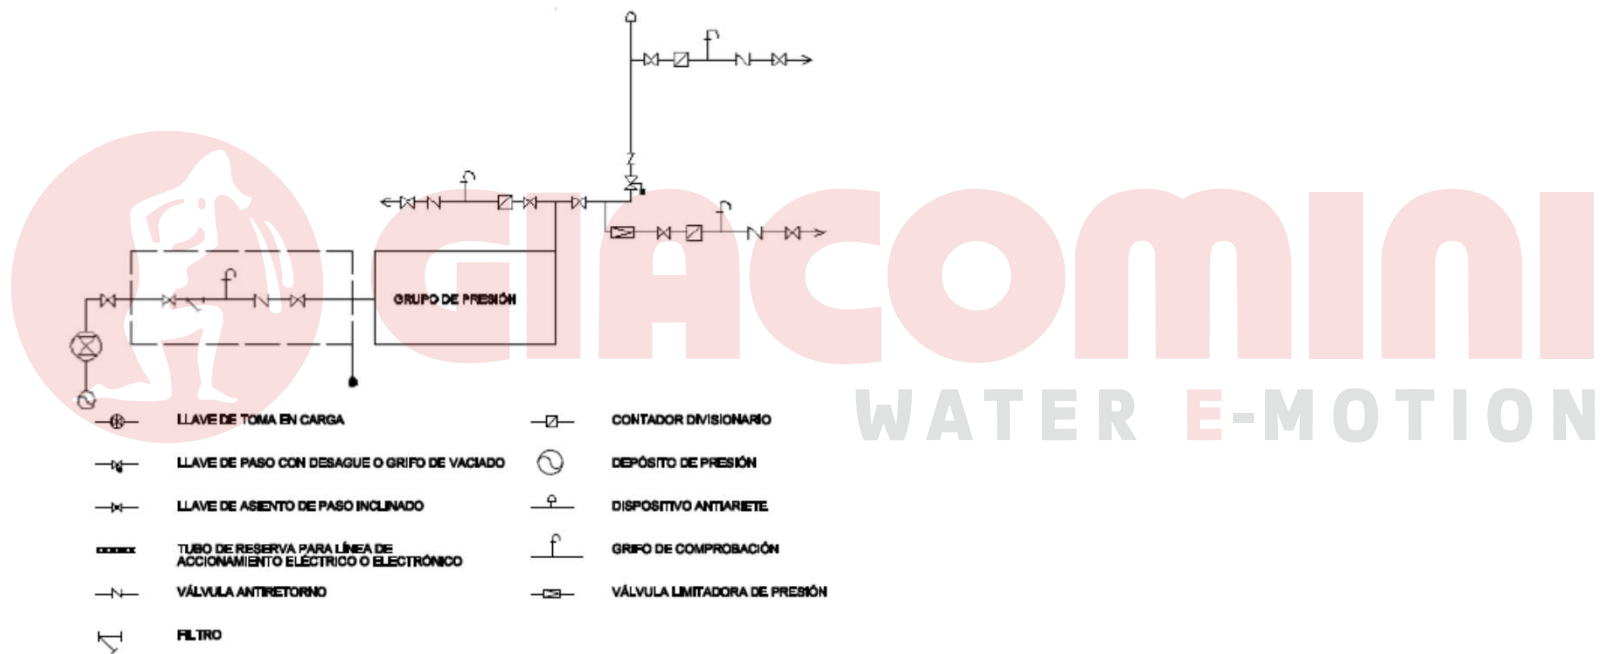

Figura 3.2 Esquema de red con contadores aislados
- b) red con contadores aislados, según el esquema de la figura 3.2, compuesta por la acometida, la instalación general que contiene los contadores aislados, las instalaciones particulares y las derivaciones colectivas.